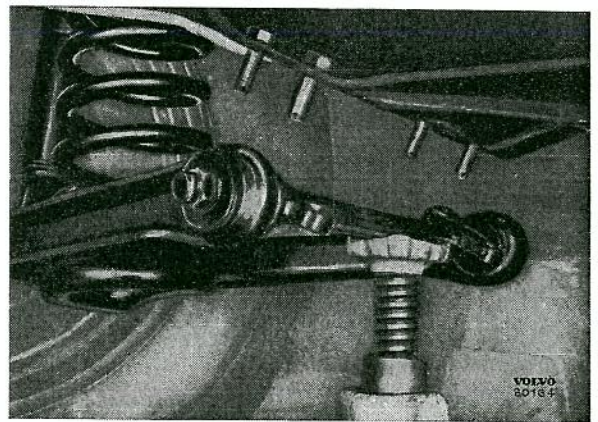

Bild 19. Demontering av nedre länkarm.
balken och sänk domkraften, se bild 19. Tag bort fjädern. Skruva bort muttern (1 bild 4) och bulten (8) samt lyft fram länkarmen.
2. Sätt fjädern på sin plats med den raka trådänden nedåt. För upp länkarmsaxeln på sin plats med hjälp av domkraft, jämför bild 19. Skruva fast axeln och lås med saxpinnar.